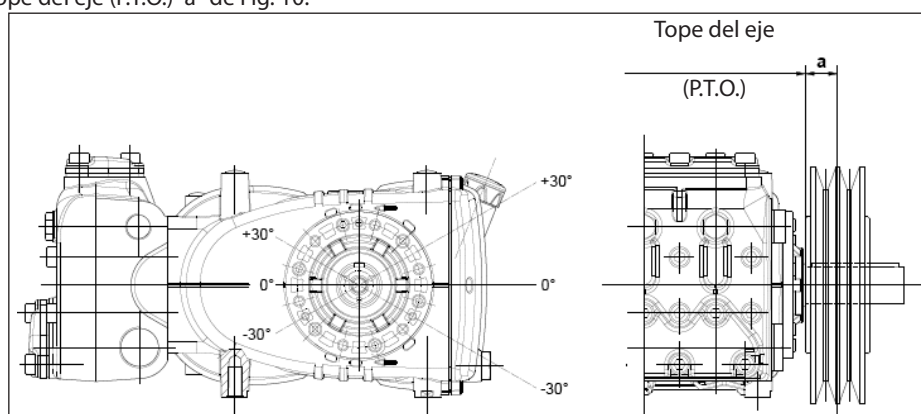

Fig. 10
La carga radial sobre el eje no debe ser superior a 3000 N (valor necesario para definir el Layout). La transmisión es considerada adecuada si tal carga es aplicada a una distancia máxima $a = 30$ mm del tope del eje (P.T.O) como se indica en la Fig. 10.
- b) Utilizar correas de alto rendimiento –por ejemplo **XPB** en lugar de **SPB**– ya que resultará necesario una cantidad inferior de correas en paridad de potencia transmitida y una consecuente distancia inferior de la resultante con respecto al tope del eje (P.T.O.) “a” de Fig. 10.
- e) Seguir la dirección del tiro de la correa como se indica en la Fig. 10 para exigencias diferentes ponerse en contacto con la **Oficina Técnica** o el **Servicio de Asistencia al Cliente**.